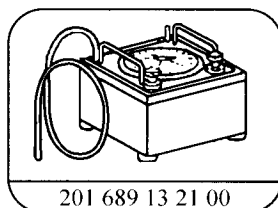

图 9-4-10 真空/压力测试仪(编号 201589132100)
3. 将真空/压力测试仪(见图 9-4-10)连接到拆下的通风管路上。